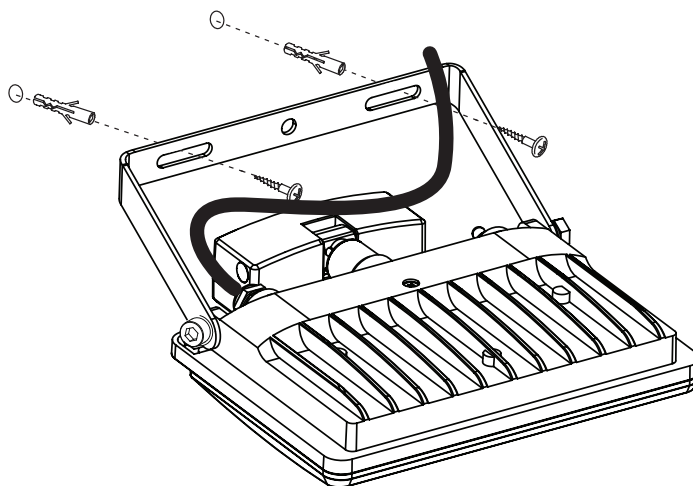

Fig. 1
4. Montez le spot sur une surface solide selon la figure 1 et respectez une distance minimale de 50 cm par rapport aux autres objets.